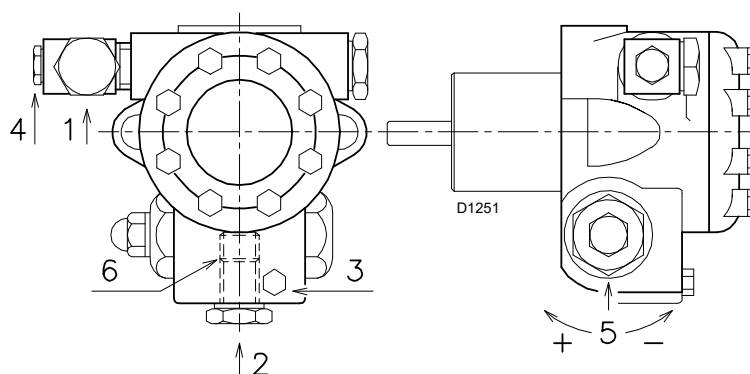

Abb. 17
- Damit sich die Pumpe selbsttätig einschalten kann, muss eine der Schrauben 3) (Abb. 17) der Pumpe gelockert werden, damit der Ansaugschlauch entlüftet wird.
Der Pumpendruck wird durch Verstellen der Schraube 5) (Seite 16, Abb. 17) variiert.